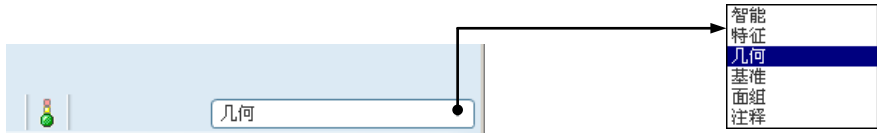

图 6.5.7 “智能选取”栏
Step2. 在“智能选取”栏中选取 **几何** 选项 (图 6.5.7), 然后选取图 6.5.6a 中的边作为要延伸的边。